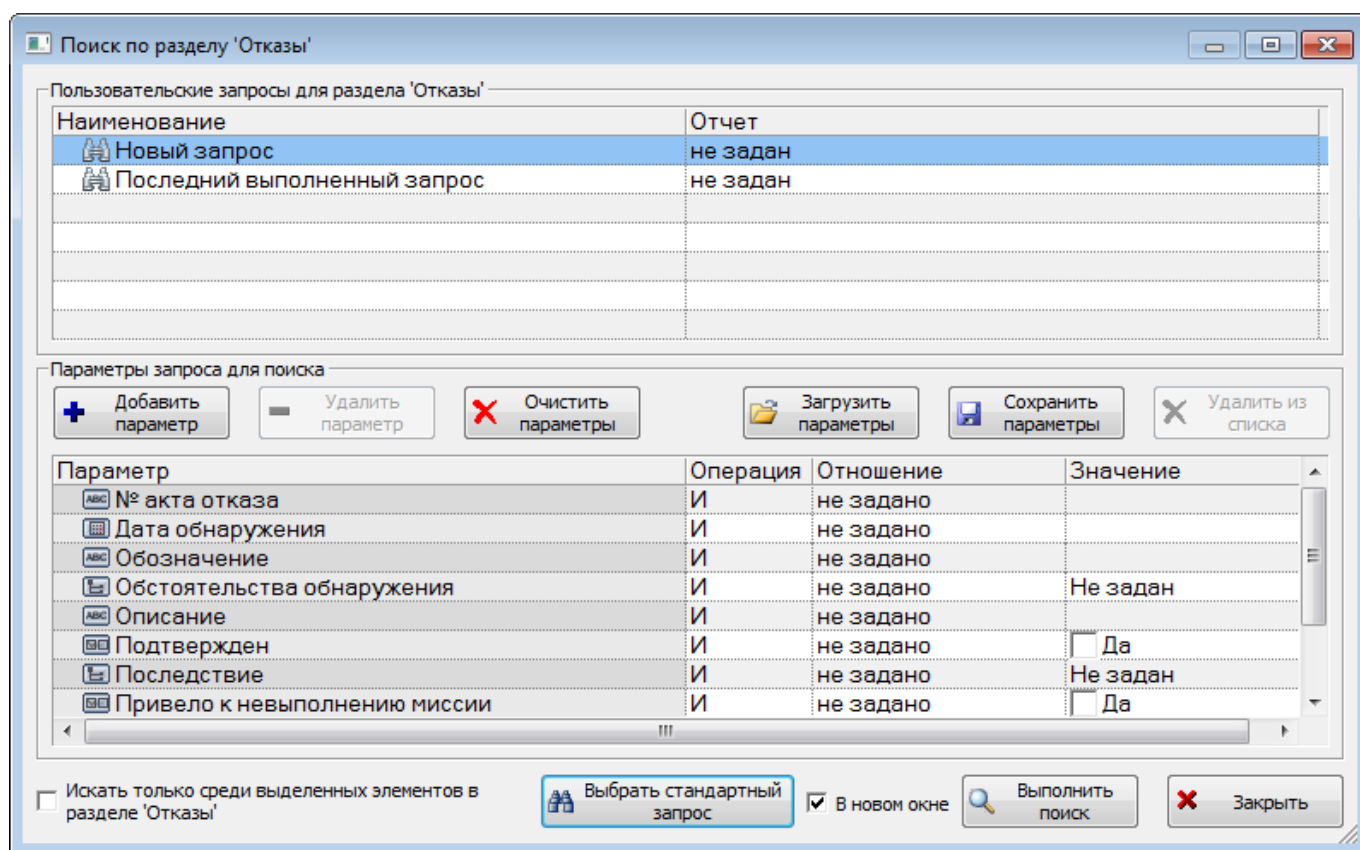

Рис. 13-310 – Окно «Поиск по разделу «Отказы»
- 2) Нажать кнопку «Поиск» панели «Правка». В результате откроется диалоговое окно «Поиск по разделу» с указанием названия раздела (рис. 13-310).